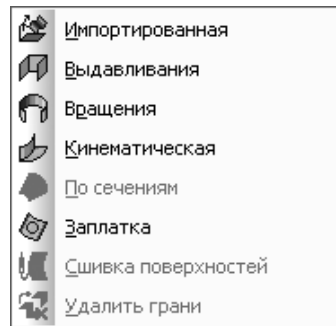

Рис. 7.109. Всплывающее меню пункта **Поверхность** выпадающего меню
- щелкните в главном меню по пункту **Операции**, а затем в выпадающем меню по пункту **Поверхность**. Появится всплывающее меню (рис. 7.109).